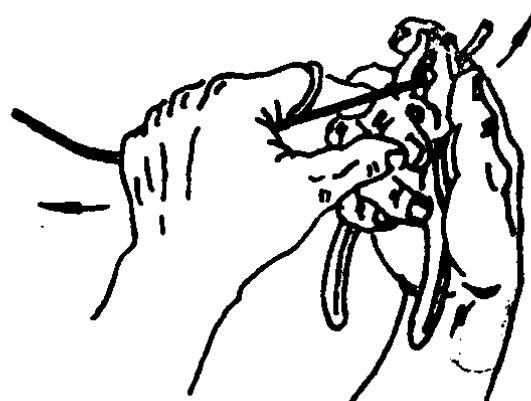

图1—10 用钢丝钳剥离导线塑料层的方法
①塑料线绝缘层的剥削：剥削塑料线绝缘层可用电工刀、钢丝钳或剥削钳进行。用剥线钳剥削塑料层，只限于线芯在3 mm以下的导线，因此多在电盘集中配线时用。维修经常用的剥削工具为电工刀和钢丝钳。用钢丝钳剥削，适用于线芯截面为 4 mm^2 以下的塑料线。剥削时，根据线头所需长度，用钳头刀口轻切塑料层，不可切伤线芯。然后，用手握住钳子头部，用力向外勒去绝缘层。与此同时，左手握紧导线反向用力，如图1—10所示。若所需线头较长，可分成